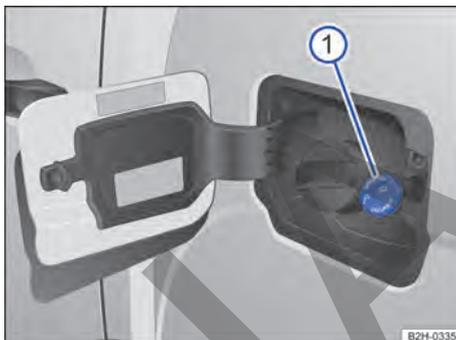

Fig. 139 Detrás de la tapa del depósito de combustible: tapón de la boca de llenado de AdBlue.
La boca de llenado de AdBlue® se encuentra detrás de la tapa del depósito de combustible, junto a la boca de llenado de este → fig. 139 ①.